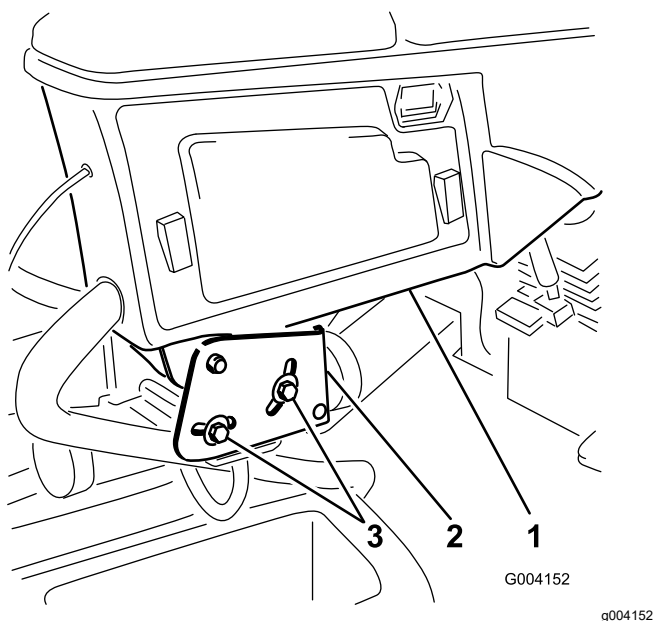

**Figura 3**
1. Afloje los 2 pernos que fijan el brazo de control al soporte de retención (Figura 3).